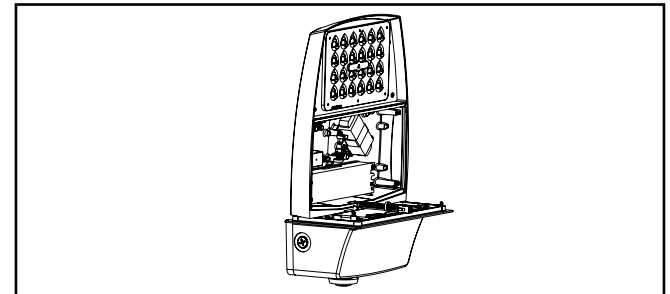
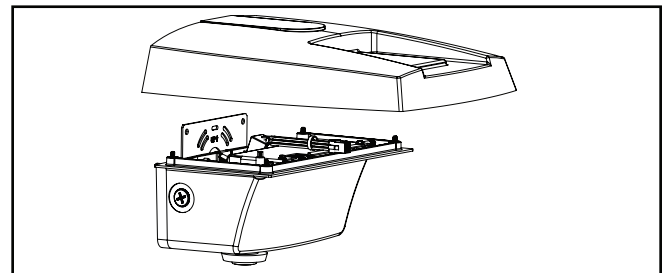

Figure 12.
Figure 13.
5. Mettez le boîtier du luminaire sur la porte rabattable comme l'illustre la figure 12. Effectuez immédiatement les connexions des faisceaux de fils au boîtier du luminaire. Ne laissez pas le boîtier du luminaire sans surveillance pendant cette étape. Soulevez le boîtier du luminaire et alignez-le sur la porte rabattable. Fixez le boîtier du luminaire à la porte rabattable à l'aide des quatre (4) vis cruciformes à tête plate. Serrez les vis à un couple de 2,3 Nm (20 lb-po) (figure 13).